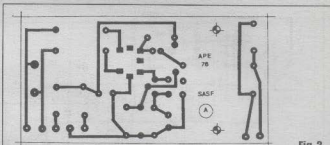
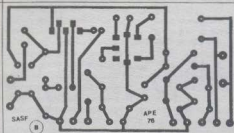

Fig. 3
Fig. 4
- Fig. 3 - Problemas puramente de configuração (no SETUP, no CONFIG.SYS ou no AUTOEXEC.BAT...), de software, portanto, também podem surgir no pós-montagem... Geralmente são de solução simples...
- FIGS. 3 e 4 - LAYOUT DOS CIRCUITOS IMPRESSOS ESPECÍFICOS - Os diagramas mostram (ambos em tamanho natural, áreas esboçadas em negro...) respectivamente os arranjos de ilhas e pistas das placas do transmissor (A) e receptor (B) da SASF... Com a escala em 1:1, é só *carbonar* diretamente os desenhos sobre a face cobreada de fenolites virgens nas indicadas dimensões, promovendo em seguida as *traçagens* (com decalques ácido-resistentes, para um acabamento bem profissional...), finalizando com corrosão, limpeza, furação, nova limpeza, etc. Uma boa verificação depois da confecção é - como sempre - *essencial* para garantir que a montagem resulte sem defeitos... Qualquer pequena falha ou *curto* nas áreas cobreadas, eventualmente descobertos, devem ser corrigidos ainda antes de se começar a *enfiar* e soldar os componentes... Deverão ser - obviamente - feitas tantas placas B (receptor - FIG. 4) quantos forem os módulos de audição local requeridos na instalação pretendida de sonorização ambiente... Aos novatos (embora a montagem da SASF seja dirigida mais aos profissionais instaladores...), recomendamos uma leitura atenta às INSTRUÇÕES GERAIS PARA AS MONTAGENS, onde são encontrados importantes subsídios práticos e dicas para bom aproveitamento da técnica de circuito impresso...